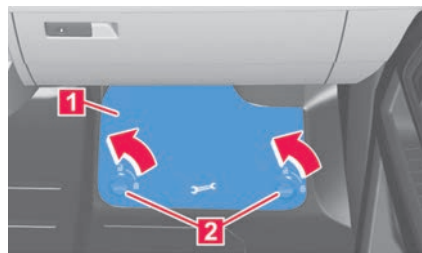

Abb. 155 Auf der Beifahrerseite: Bodentaufach öffnen.
1. Beide Schnellverschlüsse in Pfeilrichtung auf Position drehen → **Abb. 155 2**.
1. Abdeckung einsetzen → **Abb. 155 1**.